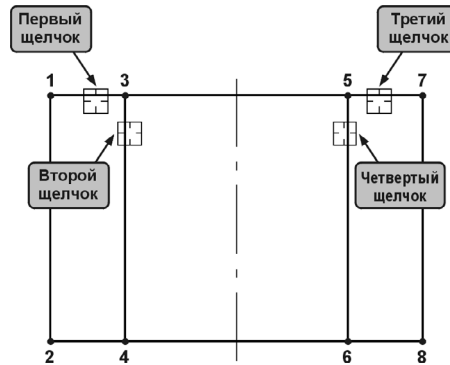

Рис. 13.11. Последовательность указания отрезков
5. В ответ на запрос системы **Укажите первую кривую для построения фаски** укажите курсором отрезок 1–7 между точками 1–3 (рис. 13.11).